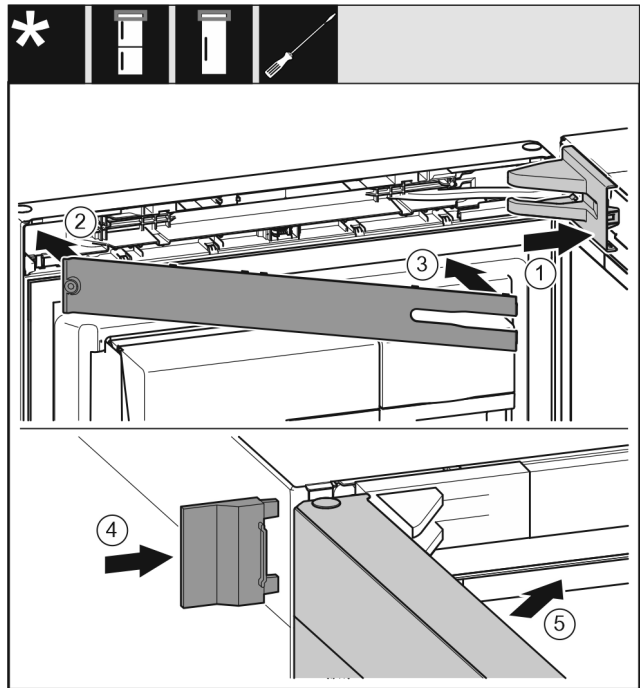

Fig. 31
- ▶ Lagerbokafdekking Fig. 31 (1) plaatsen en vastklikken, evt. voorzichtig uit elkaar drukken.
- ▶ Paneel Fig. 31 (2) plaatsen.
- ▶ Paneel Fig. 31 (3)
- ▶ Buitenste afdekking Fig. 31 (4) erop schuiven.
- ▶ Bovenste deur Fig. 31 (5) sluiten.